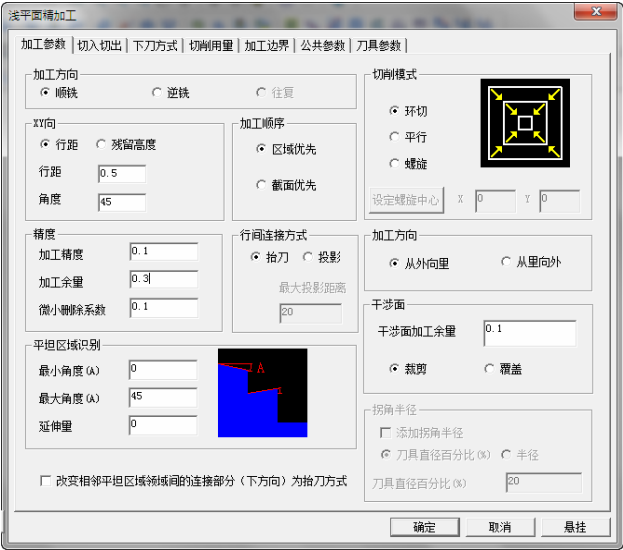

图 8-181 “加工参数”选项卡
1) 选择下拉菜单“加工”→“精加工”→“浅平面精加工”命令，弹出“浅平面精加工”对话框。单击“加工参数”选项卡，设置“加工方向”为“顺铣”，“XY 向”为“行距”，“平坦区域识别”中设置“最小角度”为 0，“最大角度”为 45，其他参数如图 8-181 所示。